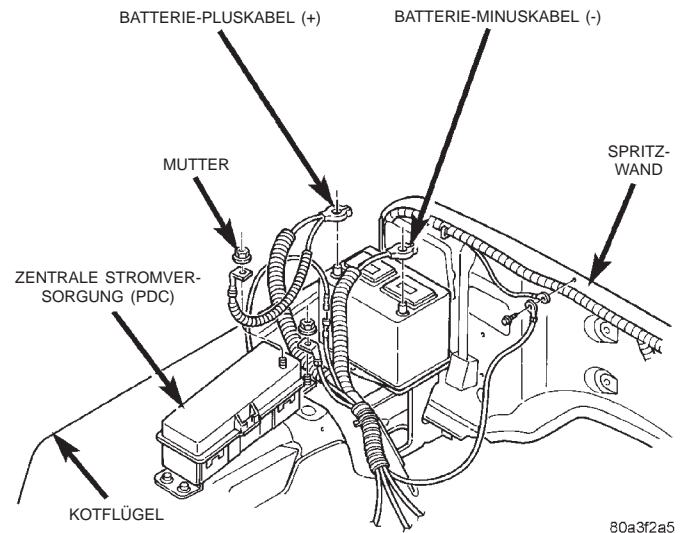

Abb. 6 Zentrale Stromversorgung (PDC)
(1) Batterie-Minuskabel (-) abklemmen und elektrisch isolieren.
(2) Abdeckung der zentralen Stromversorgung (PDC) abbauen (Abb. 6).